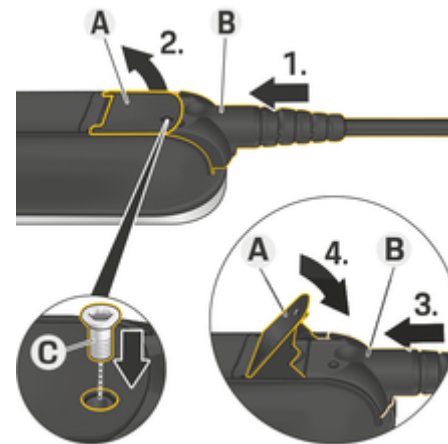

Fig. 59: Ligar cabos e fixar fichas
- ✓ A alavanca **A** (Fig. 59) está fechada.
1. Introduza a ficha **B** (Fig. 59) na unidade de comando até sentir resistência.
5. Fixe a ficha **B** na unidade de controlo com o parafuso **C** (Fig. 59).